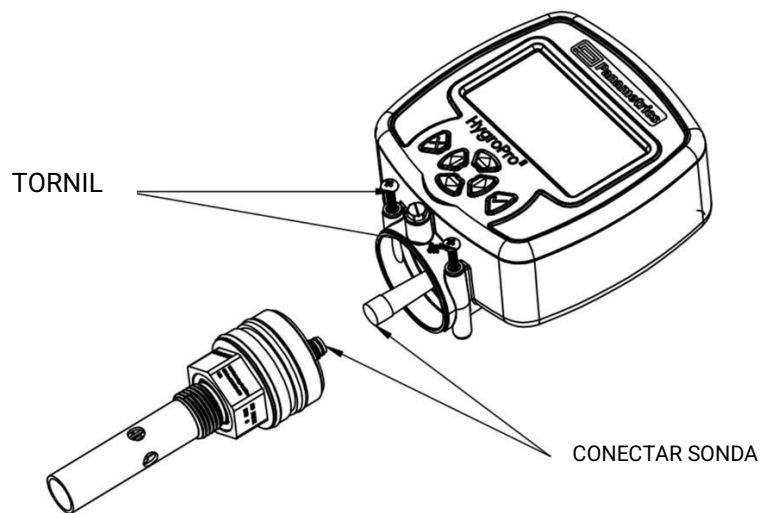

Figura 18: Extracción de la sonda Hygro^{II} RTE del transmisor
La sonda Hygro^{II} RTE es fácil de retirar del transmisor desmontado por aflojamiento de los dos tornillos de tope y desconectando el cable del conector M8 interno, como se muestra en la Figura 18 a continuación. Para retirar la sonda del transmisor, consulte la Figura 17 anterior y proceda de la siguiente manera:
4. Desconectar el conector M8 del cable interno amarillo de la sonda girando la tuerca de bloqueo en la parte superior de la sonda. Luego, separe la sonda (vea la Figura 18).